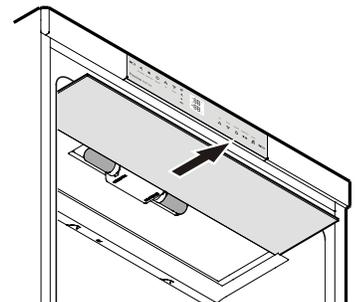

Figura 15
2. Retire la placa de vidrio - **Figura 15**.